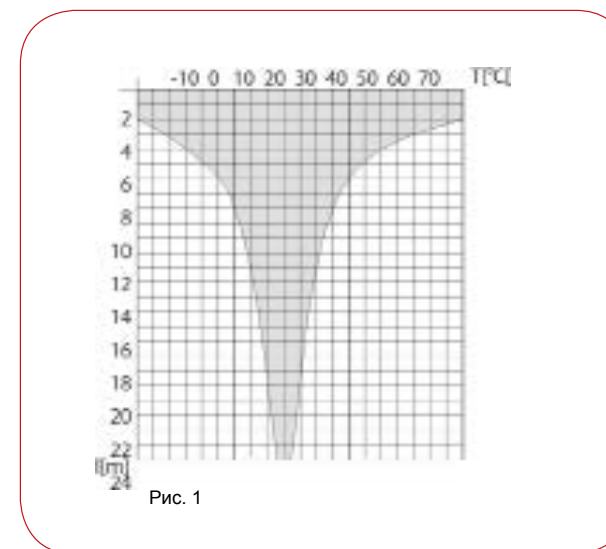

рис.2 Тросовый выключатель LK-30 с тросом без соединительных элементов
Комплектный тросовый выключатель состоит из выключателя с фаркопом и коушем (1), пружины с цепью, коушем и кольцом (2), тросы диаметром проволоки вместе с кожухом 3 (3) и соединительными элементами (4) для длины троса более 3 м. Все эти детали можно купить отдельно. Трос длиной согласно рис. 1 следует установить согласно приложенной инструкции. Схемы монтажа представлены на рис. 2 и рис. 3.